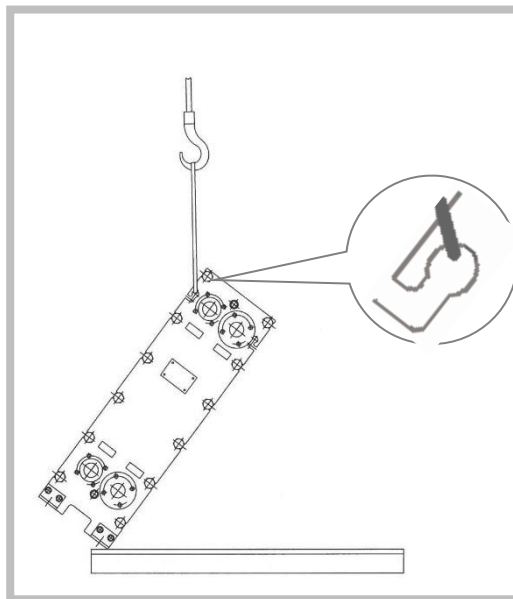

Figure 23
3. Soulevez lentement l'ECP de la palette, au-delà du centre de gravité (Figure 23). Veillez à ce que les élingues soient bien serrées et correctement placées dans les œillets de suspension.